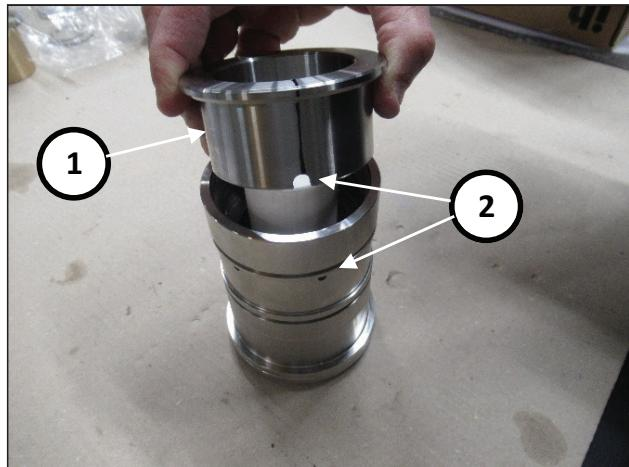

图 177
插入代码为27945400的工具的外环（位置①，图 177），让开口对应缸套孔（位置②，图 177）。